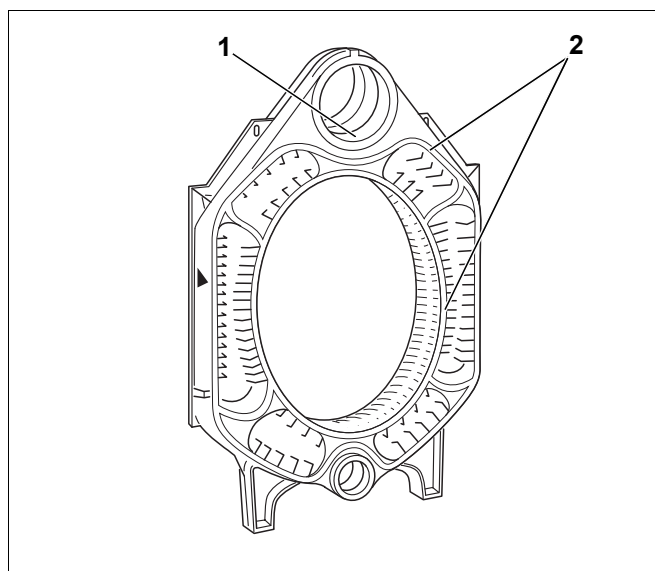

Fig. 17 Preparare l'elemento intermedio
- Spennellare uniformemente con l'ermetizzante le superfici a tenuta ermetica dei mozzi (fig. 17, [1]).
- Cospargere di collante (primer) le molle di tenuta (fig. 17, [2]).